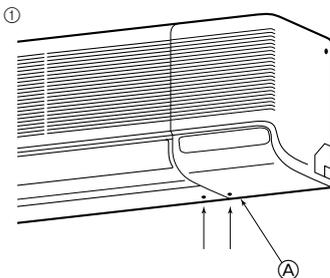

Fig. 3-5
1) Σωλήνες στο πίσω, δεξιό και χαμηλότερο μέρος (Fig. 3-5)
① Βγάλτε το δεξιό πλευρικό πλαίσιο.
① Βγάλτε το πλευρικό πλαίσιο